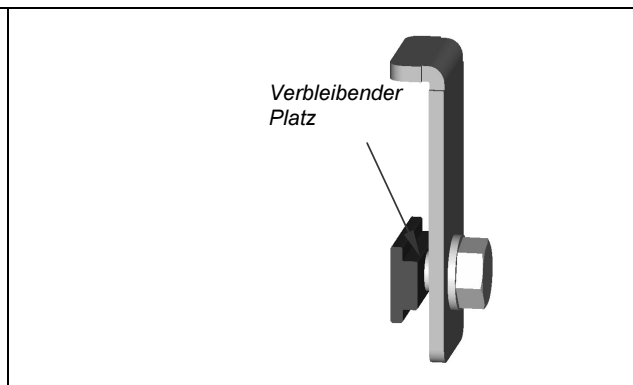

Abb. 2
Die auf den Abbildungen 1 und 2 dargestellte Untereinheit zusammenstellen, dabei die Schraube ⑤ nicht vollständig am Nutenstein ③ anziehen, so dass zwischen den Teilen ② und ③ (siehe Abb. 2) noch Platz verbleibt.